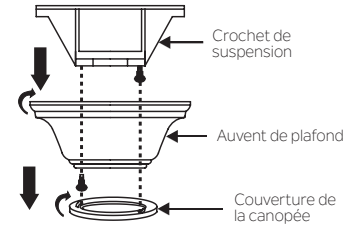

Fig. 5
**Étape 1.** Retirez le couvercle inférieur du baldaquin décoratif du baldaquin en le tournant dans le sens inverse des aiguilles d'une montre. (Fig. 5)
**Étape 2.** Retirez le support de fixation au plafond du toit en le retirant (et enregistrez une des deux vis. Desserrez la vis restante d'un demi-tour. (Fig. 5)